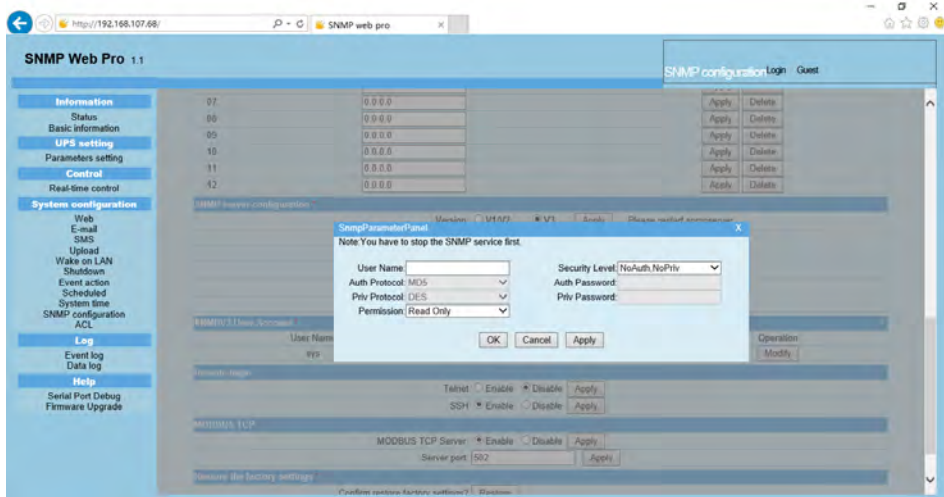

Рисунок 3-14
- SNMP server configuration / Конфигурация сервера SNMP: можно изменить порт SNMP и порт ловушки (trap). Чтобы добавить пользователей SNMPV3, нажмите кнопку Add / Добавить. Отобразится экран настройки пользователя с параметрами уровня защиты и разрешений. См. рисунок 3-14.